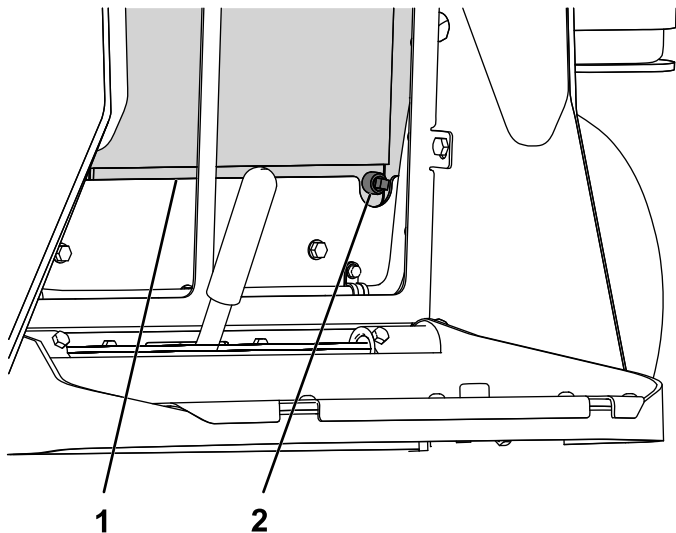

Bild 5
2. Stellen Sie eine große Auffangwanne unter das Loch der Ablassschraube und schrauben Sie die Schraube heraus (Bild 5).